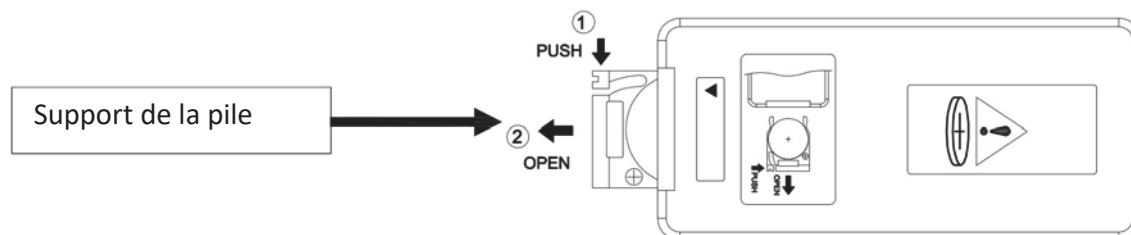

Figure 1
1. Retirez le couvercle du compartiment de la pile et localisez le support de la pile (Figure 1).